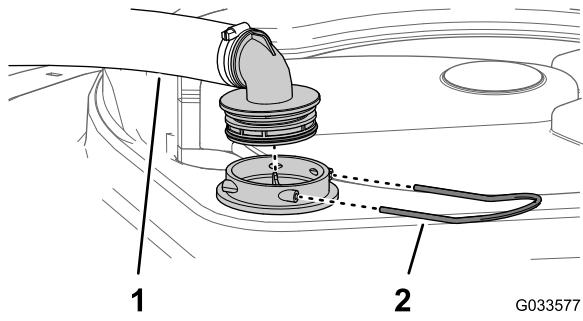

Рисунок 112
2. В верхней части бака опрыскивателя снимите держатель, который крепит шланговый штуцер, подсоединененный к большому шлангу, идущему от корпуса фильтра (Рисунок 112).
3. Отсоедините шланг и шланговый штуцер от корпуса фильтра (Рисунок 112).